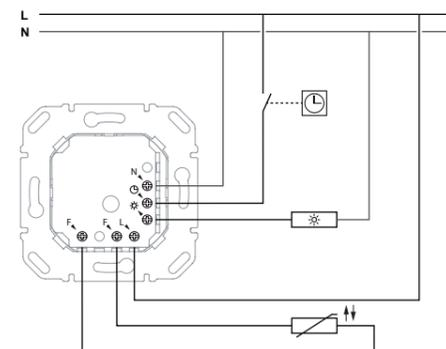

Bild 4: Anschlussplan Temperaturregler, Schließer, für Fußbodenheizung
- Regler gemäß Anschlussplan anschließen (Bild 4).
- Wippe (6) in den oberen Aufnahmeschlitz des Ein-/Ausschalters stecken.
- Zentralstück (3) über den Designrahmen (2) lagerichtig aufsetzen und mit Befestigungsschraube (4) fixieren.
- Regulierknopf (5) aufstecken.
- Blaues Stellrad (13) im Uhrzeigersinn auf die gewünschte Minimal-Temperatur (Tabelle 1) stellen.